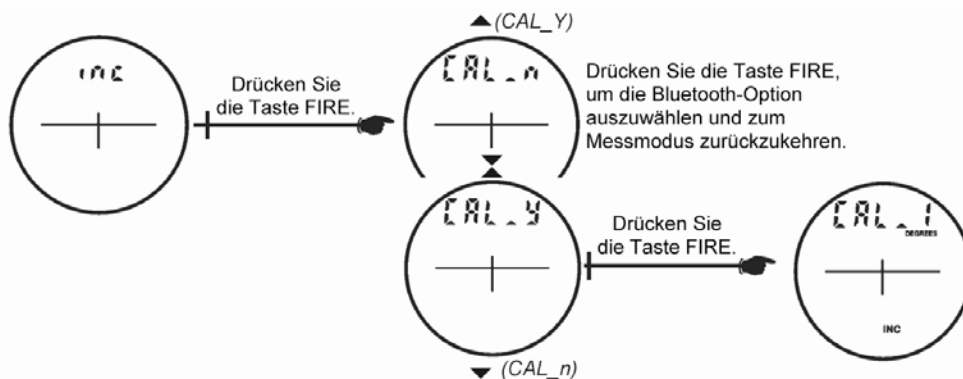

Abbildung Nr. 14
3. Drücken Sie die Taste , um die Option „inc“ auszuwählen. Im Haupt-Display erscheint die Meldung „CAL_n“. Das Display sollte der Abbildung Nr. 14 ähneln.